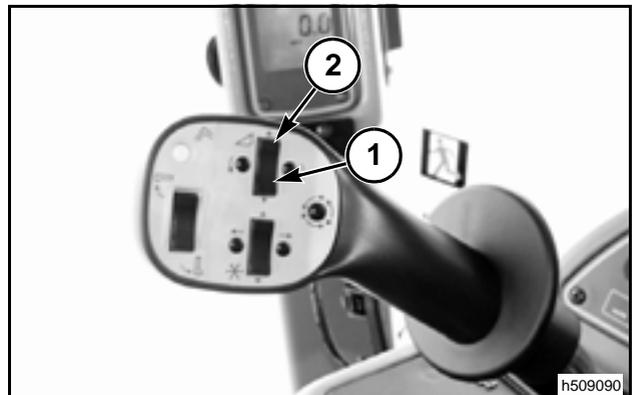

FIG. 115
FIG. 115: Apretar la perilla (1) de la tecla de altura del cabezal y libere enseguida. El módulo de control automático de altura del cabezal activará y pasará a aceptar las señales provenientes del sensor de posición de la carcasa del embocador. Así que la tecla del cabezal se activa (bajada), el cabezal descenderá hasta la posición predeterminada con la perilla de altura del cabezal.